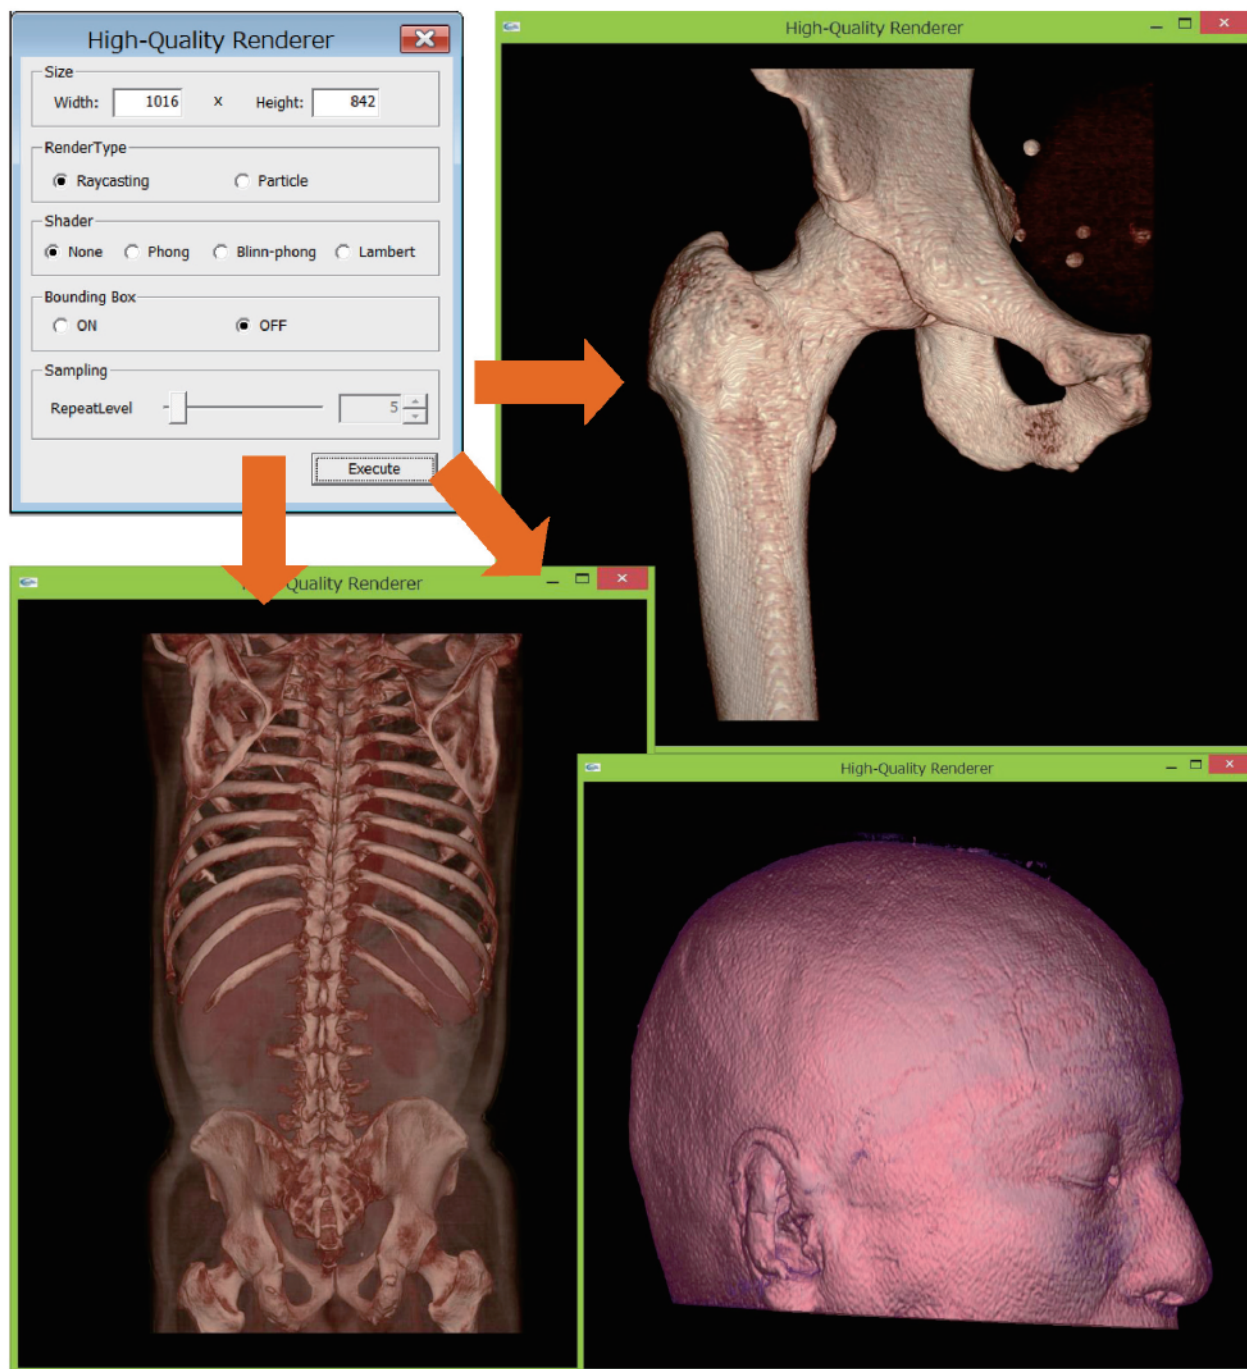

図8-1 高品質レンダリング
2. ダイアログのBounding Box ON/OFFを選択し, Executeボタンを押します(画像サイズ, 画像の外枠の非表示, レンダリング・シェーディング方法の選択などを選択できます). (図8-1)